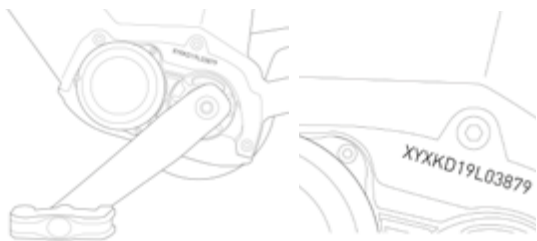

FIG. 17
- Al fine di rendere operante la presente garanzia, si dovrà compilare il form online a cui si accede mediante QR CODE o collegandosi direttamente al sito warranty.ciclimbm.it entro e non oltre 15 giorni dalla data di acquisto della bicicletta. Saranno necessari il numero seriale (fig.17) e la fotografia della prova d'acquisto del rivenditore autorizzato. Il numero seriale è stampato sulla targhetta applicata al tubo piantone sella della bicicletta e inciso sulla piastra motore.